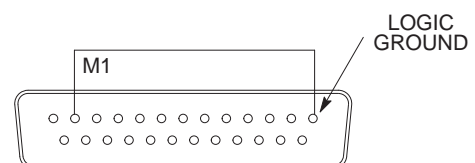

FIGURA 15
2. Silenciar ese canal utilizando la conexión lógica (ver la Figura 15 - El canal 1 está silenciado).